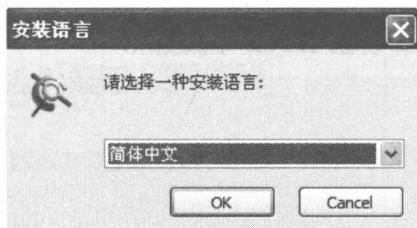

图 1-2 “安装语言”对话框
(1) 打开 Windows 资源管理器,在光盘驱动器或者 U 盘目录中找到 CAXACAD2015r1_x86_Setup.exe 文件,双击运行它,系统将弹出“安装语言”对话框,如图 1-2 所示。